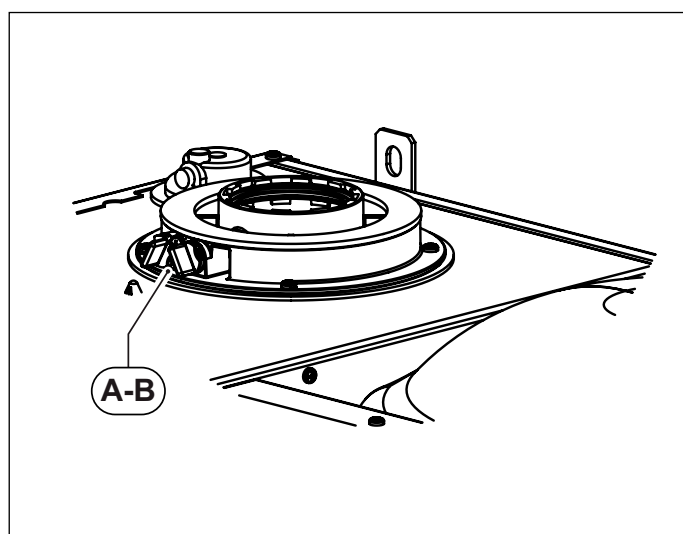
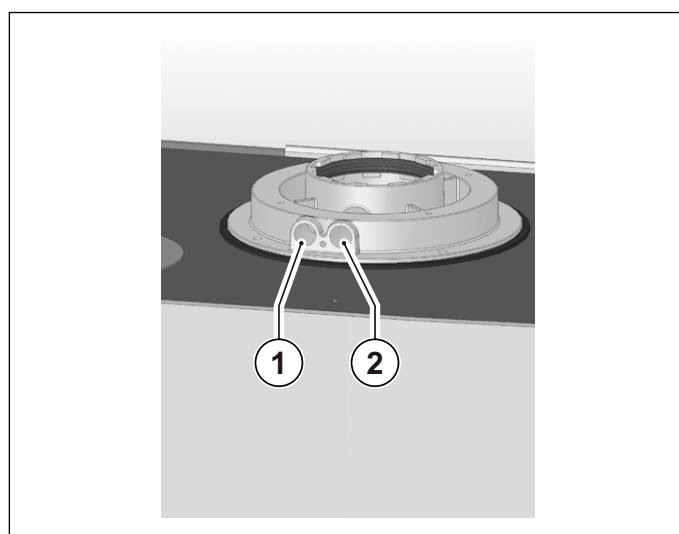

Fig. 13 Posizione tappi
Fig. 14 Posizione fori
La caldaia è provvista di una torretta per il collegamento della tubazioni di aspirazioni aria/scarico fumi (vedi Fig. 13 Posizione tappi e Fig. 14 Posizione fori).
Nella torretta sono stati predisposti dei fori per l'accesso diretto all'aria comburente ed allo scarico dei fumi (vedi Fig. 14 Posizione fori).
Prima di effettuare le misurazioni togliere i tappi **A** e **B** dai fori predisposti sulla torretta (vedi Fig. 13 Posizione tappi).
- misura dell'aria comburente prelevata nell'apposito foro **1** (vedi Fig. 14 Posizione fori).
- misura della temperatura fumi e della CO₂ prelevata nell'apposito foro **2** (vedi Fig. 14 Posizione fori).